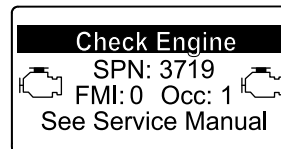

Figure 59
- Si une régénération d'urgence est nécessaire, l'InfoCenter affiche l'avertissement moteur SPN 3719, FMI 16 (Figure 59) et le calculateur moteur réduit la puissance du moteur à 85 %.